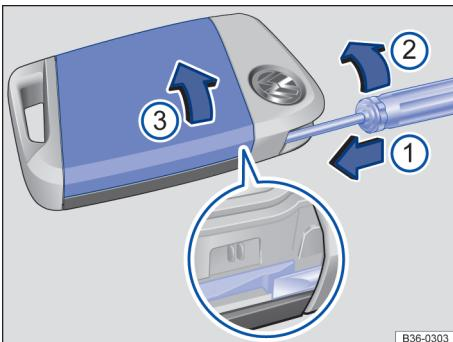

Fig. 57 Chave do veículo: abrir a tampa do compartimento da pilha.
- Introduza uma chave de fenda na chave do veículo, pela guia externa da chave de emergência, aproximadamente, 1 cm no sentido da seta → Fig. 57.
- Desloque a tampa no sentido da seta → Fig. 57 e retire-a → ① em *Substituir a pilha botão da chave do veículo com haste* na página 69.
- Pressionar a cobertura na carcaça da chave do veículo no sentido contrário ao da seta, até que ela se trave → Fig. 57 ③.
Legenda para Fig. 57: